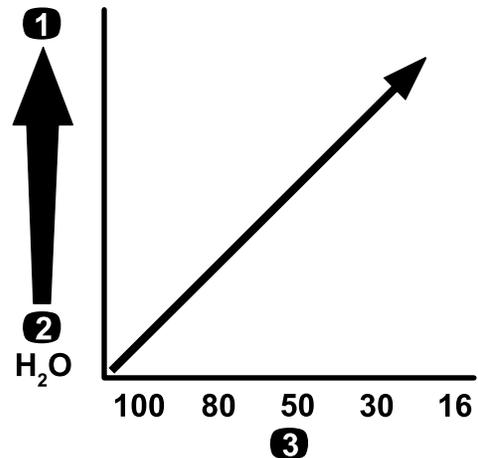

图15
**重要事项** 当使用更高粘度更稠的化学品或含可湿性粉剂的溶液喷洒时可能需要使用适用于可选压力式过滤器的更粗网孔请参阅图15。